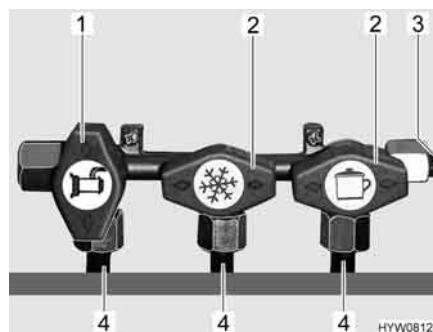

Fig. 67 Posizione dei rubinetti di arresto del gas (esempio)
- Posizionare il rubinetto di arresto del gas dell'apparecchio a gas corrispondente parallelamente (Fig. 67,1) alla tubatura (Fig. 67,4) che alimenta l'apparecchio a gas.
- Posizionare il rubinetto di arresto del gas dell'apparecchio a gas corrispondente trasversalmente (Fig. 67,2) alla tubatura (Fig. 67,4) che alimenta l'apparecchio a gas.